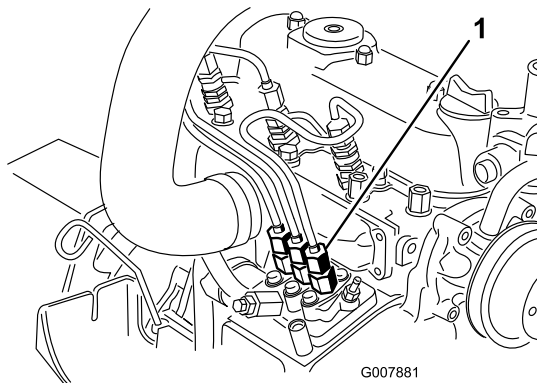

図 38
1. 燃料噴射ポンプから No.1インジェクタノズル 図 38 へのパイプ接続部の下にウェスを当て、パイプの接続をゆるめる。